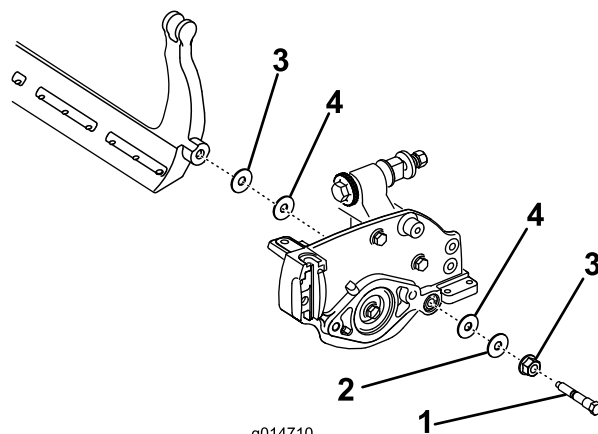

図 19
4. 各ベッドバー・ボルトを抜いて、ベッドバーを下に引き抜いて外す。ベッドバーの両端にナイロン・ワッシャとスチール・ワッシャが2枚ずつあるので注意する (図 19)。